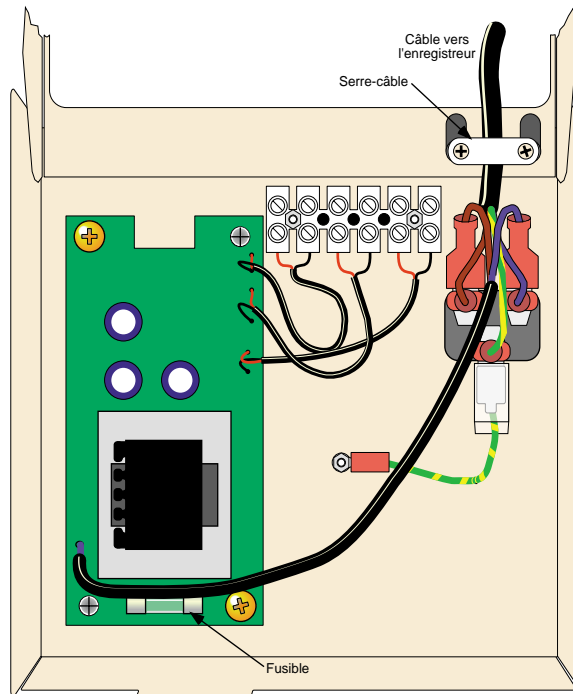

Figure 8.2.2b Intérieur du capot arrière
- 3 Basculez le capot pour accéder aux connexions. (figure 8.2.2b)
- 4 Le fusible se situe comme le montre la figure 8.2.2b. Le raccordement peut alors s'effectuer comme le montre les figures (figures 8.2.3a/b), ou le capot arrière peut être déposé complètement si vous le désirez, comme le décrit l'étape 5 un peu plus bas.